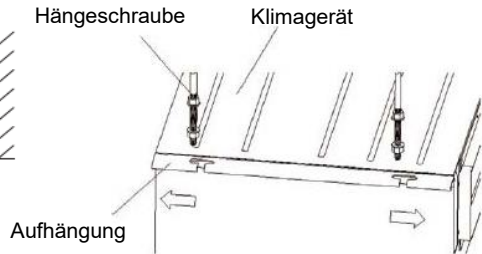

Abb. 4
- 2) Installieren Sie die Inneneinheit an die Hängeschraube nach Abb. 4.